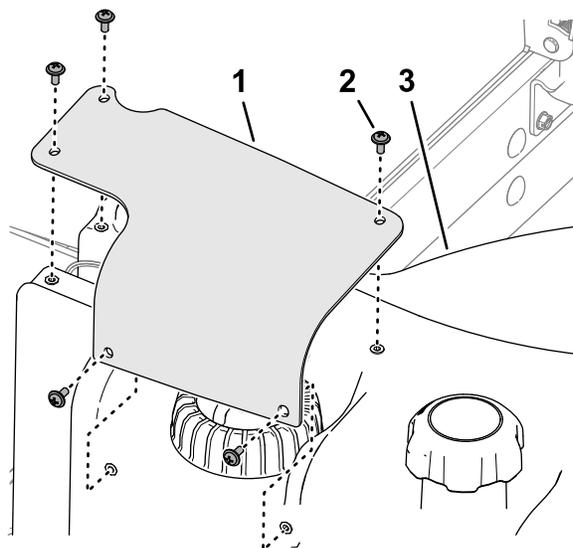

图 85
2. 拆下将燃油发送器盖固定到油箱的 5 个十字头螺丝然后拆下盖子 图 85。